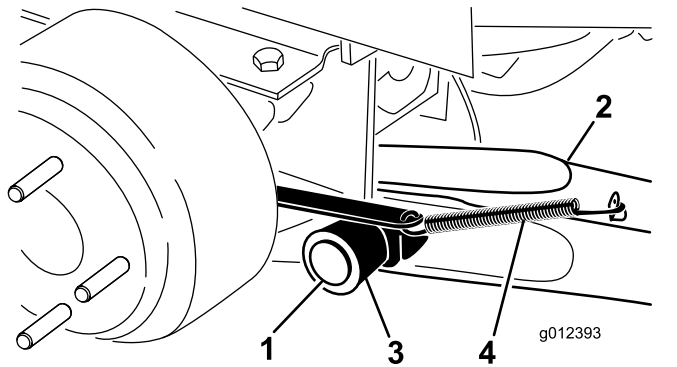

Figura 4
6. Monte um braço de elevação no apoio da articulação com um pino de articulação e um contrapino (Figura 4). Monte o braço de elevação com a dobra posicionada para fora.
7. Coloque a mola de retorno do travão na patilha no braço de elevação (Figura 4).